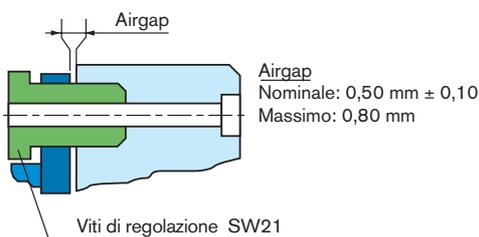

Fig. 3
- Utilizzare le viti di regolazione (fig. 3) per regolare l'airgap (chiave esagonale, 21/piatta) fino ad eccedere leggermente il valore nominale (vedi tab. 1)